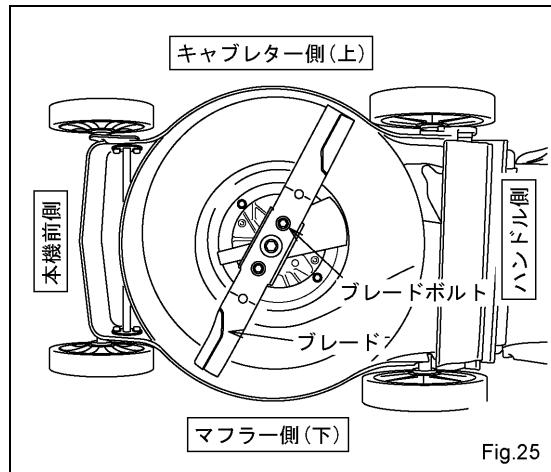

Fig.25
(2) 本機を横転させる場合には、キャブレター側を上に、マフラー側を下にして傾斜させて下さい。(Fig.25)